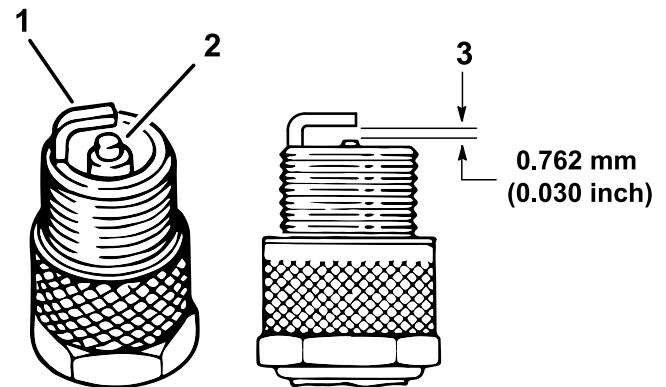

Bild 40
4. Prüfen Sie den Zustand der Seitenelektrode, der zentralen Elektrode und der Isolierung um die zentrale Elektrode, um sicherzustellen, dass nirgendwo Defekte aufgetreten sind (Bild 40).
5. Stellen Sie den Abstand zwischen der mittleren und seitlichen Elektrode auf 0,76 mm ein, wie in Bild 40 abgebildet.